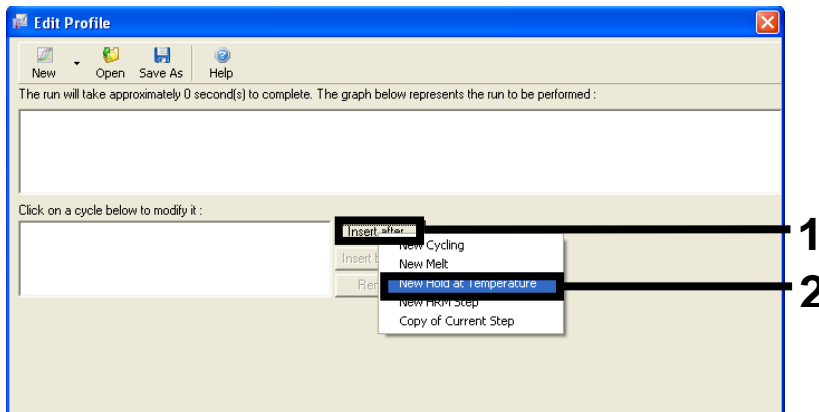

Figura 24. Inserção de um passo inicial de incubação. 1 = "Insert after" (Inserir a seguir); 2 = "New Hold at Temperature" (Nova temperatura em espera).
6. Clique em Insert after (Inserir a seguir) e selecione New Hold at Temperature (Nova temperatura em espera) (Figura 24).